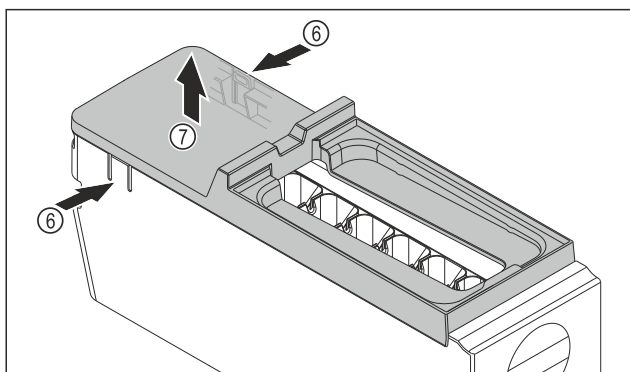

Fig. 245
- Abdeckung des EasyTwist-Ice-Korpus entnehmen: Laschen Fig. 245 (6) an den beiden Seiten des EasyTwist-Ice-Korpus mit einer Hand drücken.
- Abdeckung Fig. 245 (7) mit der anderen Hand nach oben entnehmen.